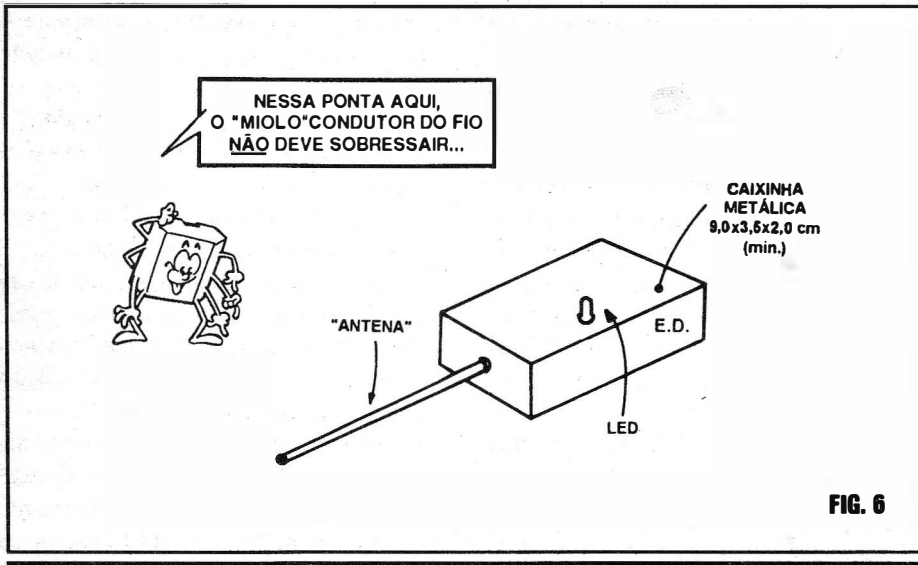

FIG. 6
- **FIG. 6 - SUGESTÃO PARA O ACABAMENTO** - Usando o *container* cilíndrico recomendado no item DIVERSOS/OPCIONAIS da LISTA DE PEÇAS, o encapsulamento e acabamento final do circuito poderá seguir a sugestão mostrada, resultando num instrumento prático, fácil de usar, elegante na sua forma... Notar a posição recomendada para o LED e respectiva furação na caixa tubular... Observar ainda que a ponta de prova deve ser colada à extremidade circular frontal da caixinha cilíndrica, enquanto que o par de cabos longos de alimentação (às garras “jacaré”...) devem sair de um furo feito no outro extremo da caixinha... Com um mínimo de trabalho e de “capricho”, o Leitor/“Alu-
- FIG. 6 - “AGASALHANDO” O ELETROSCÓPIO... - (Os mais sacaninhas entre Vocês pode até aproveitar o título do presente item, e passar a usá-lo em substituição à velha expressão de amor: “enforando um robalo”...). Convém usar uma caixinha metálica no “abrigo” do circuito do ED, justamente para evitar outras “penetrações” de campos ou cargas estáticas, que não os intencionalmente captados via “antena” sensora... Se o Leitor/Aluno apenas conseguir obter *container* plástico, será possível improvisar sua “metalização” simplesmente revestindo-o, por dentro